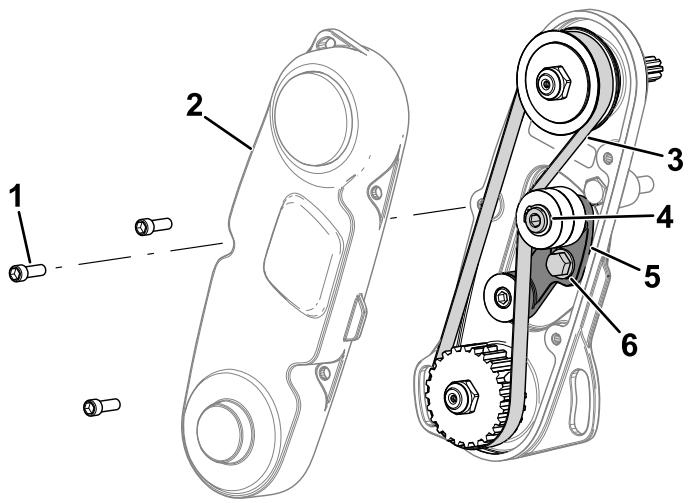

Figura 4
- Retire a cobertura da correia para expor a correia (Figura 4).
- Desaperte o parafuso do braço intermédio e rode o braço (Figura 4) para libertar a tensão na correia.
- Remova a correia (mostrada na Figura 4).
- Instale a correia e tensione a correia aplicando 6 a 7 N·m no hexagonal interno do braço intermédio mostrado na Figura 4.